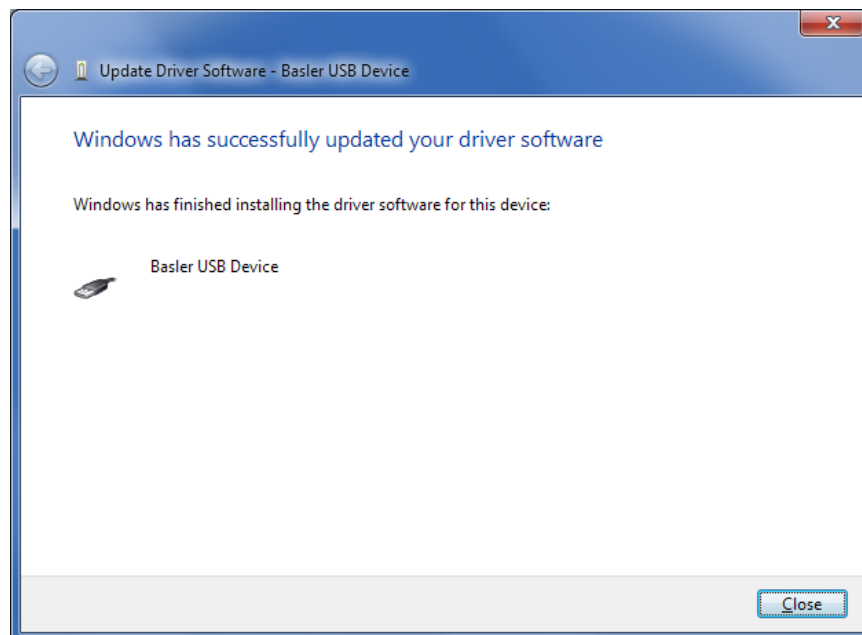

Figure 89-7. Mise à jour du logiciel pilote réussie
Étape 7 : La fenêtre dans la Figure 89-7 apparaît si l'installation du pilote a réussi.